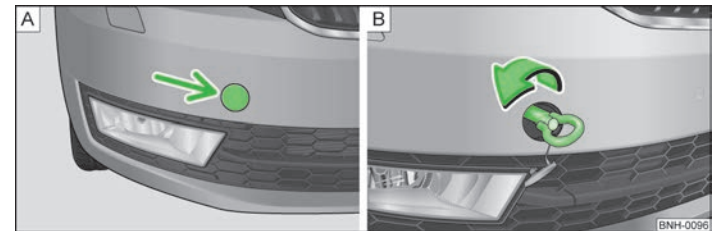

Abb. 119 Vorderer Stoßfänger: Abdeckkappe / Einbau der Abschleppöse
- Auf die linke Hälfte der Abdeckkappe im Pfeilbereich drücken » Abb. 119 - A.
- » Abb. 119 - B.